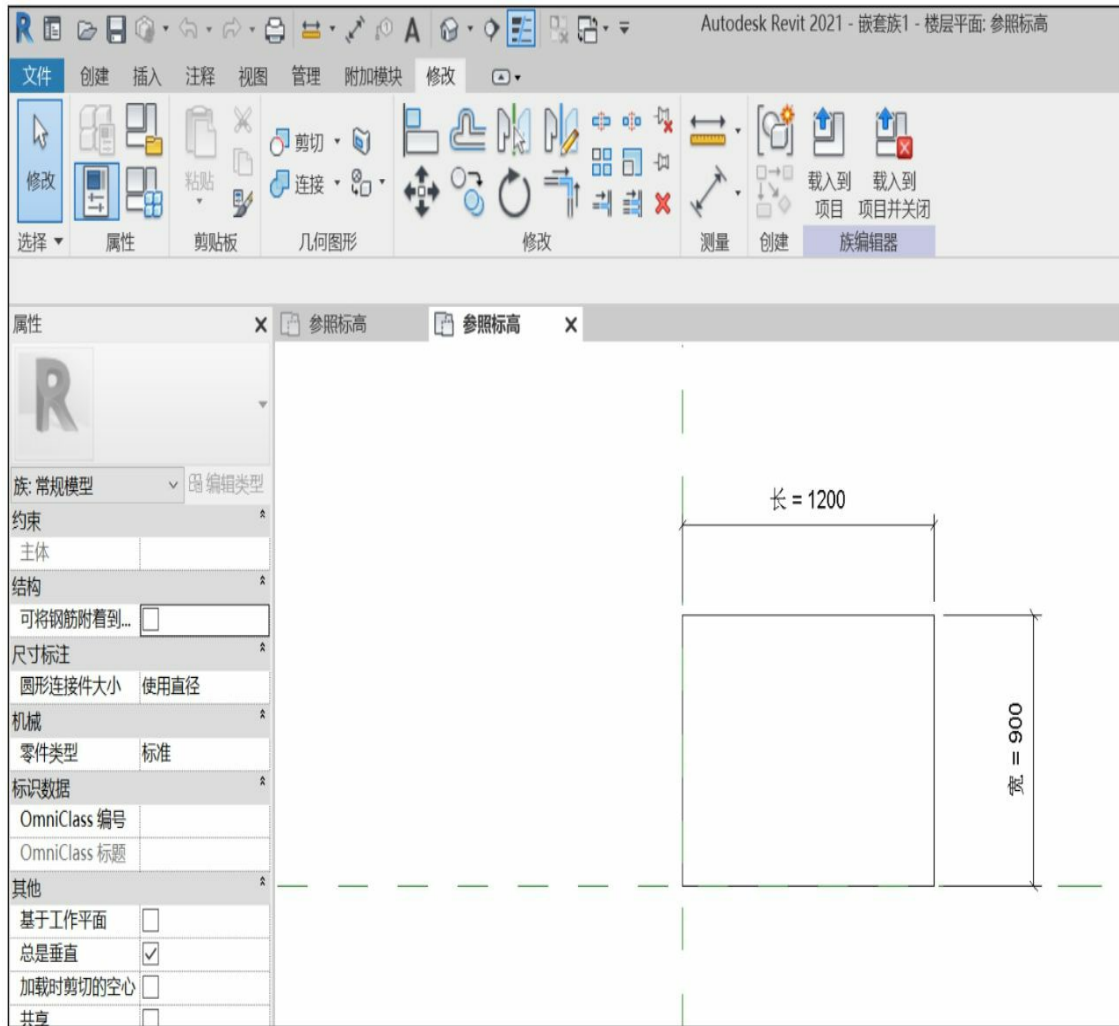

图7-92
- (2) 将这个族保存为“嵌套族1.rfa”。
- (3) 用“公制常规模型.rft”族样板创建另一族，保存为“父族.rfa”。
- (4) 打开“嵌套族1.rfa”文件，单击“修改”选项卡中的“载入到项目”按钮，如图7-92所示，将“嵌套族1.rfa”载入“父族.rfa”中。